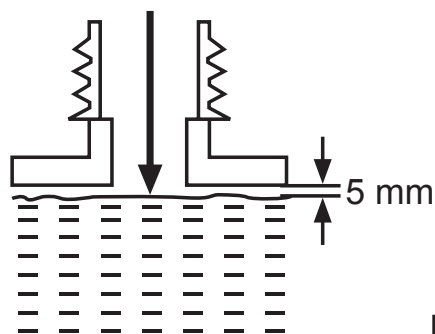

Fig. 13
- > Desatornille y quite la tapa del depósito de combustible (28).
- > Llene correctamente el depósito con la mezcla de combustible/aceite, utilizando un embudo de combustible equipado con un filtro para evitar que los residuos entren en el depósito. No sobrellene. Deje un espacio mínimo de 5 mm entre la parte superior del combustible y el borde interior del depósito para permitir la expansión (Fig. 13).